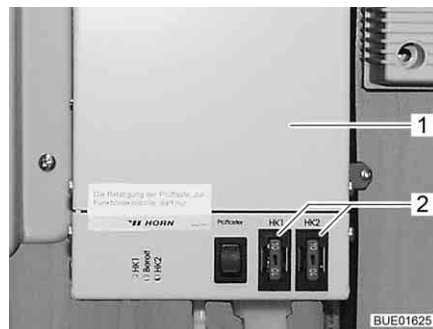

Fig. 171 Regulador de la calefacción
Los fusibles se encuentran sobre el regulador (Fig. 171,1).
- Cambiar el fusible (Fig. 171,2).